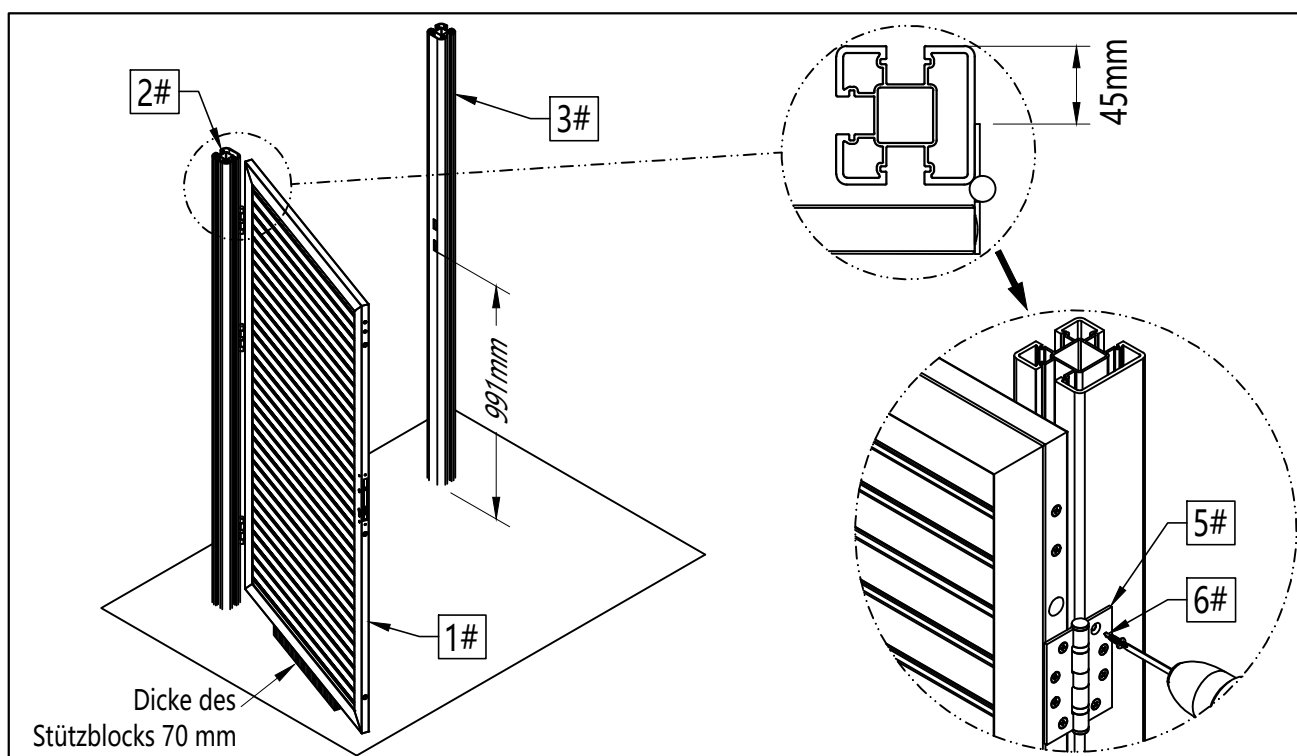

Abbildung 8
- 8 Legen Sie einen Stützklötz unter das Tor und stellen Sie die Klotzdicke so ein, dass der Riegel (9#) vollständig in das Schließblech (7#) eindringen kann. Befestigen Sie dann das Zauntor mit den Schrauben (6#) an den Pfosten, wie in Abbildung 8 dargestellt.